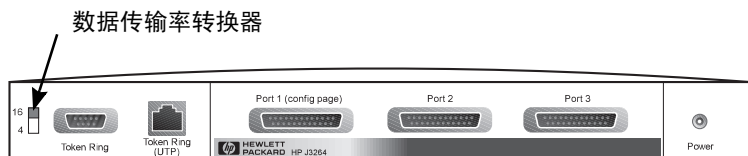

图 2.1 J3264A 上的令牌环数据传输率转换器设定为 16 Mbps
3. 对于令牌环打印服务器（J3264A），将数据传输率转换器设置到适当的速率（4 Mbps 或 16 Mbps）（图 2.1）。用一支笔或类似的东西，将转换器向上拨至 16 Mbps 或向下拨至 4 Mbps。